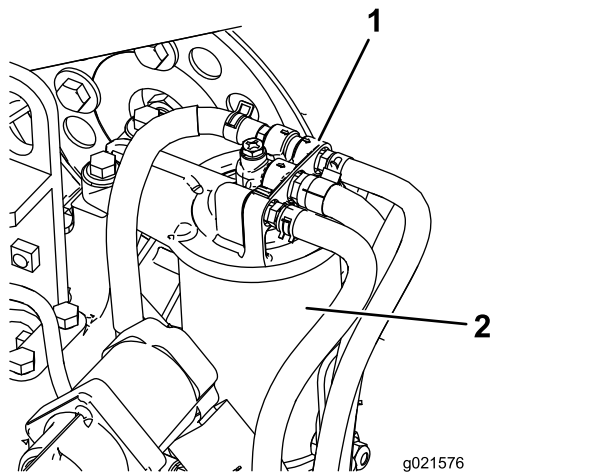

図 72
1. 燃料フィルタのヘッドの周囲をきれいに拭く図 72。
2. フィルタを外してフィルタヘッドの取り付け部をきれいに拭く図 72。